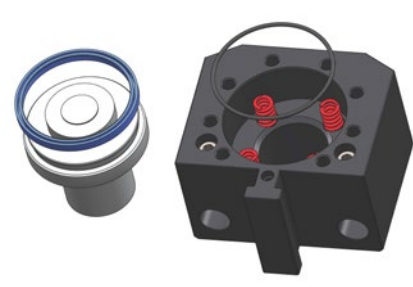

Abbildung 12
11. Tauschen Sie den blauen Nutdichtring, sowie den schwarzen Gehäusedichtring aus. Achten Sie darauf, dass die Ringe gleichmäßig aufliegen (Abbildung 12).